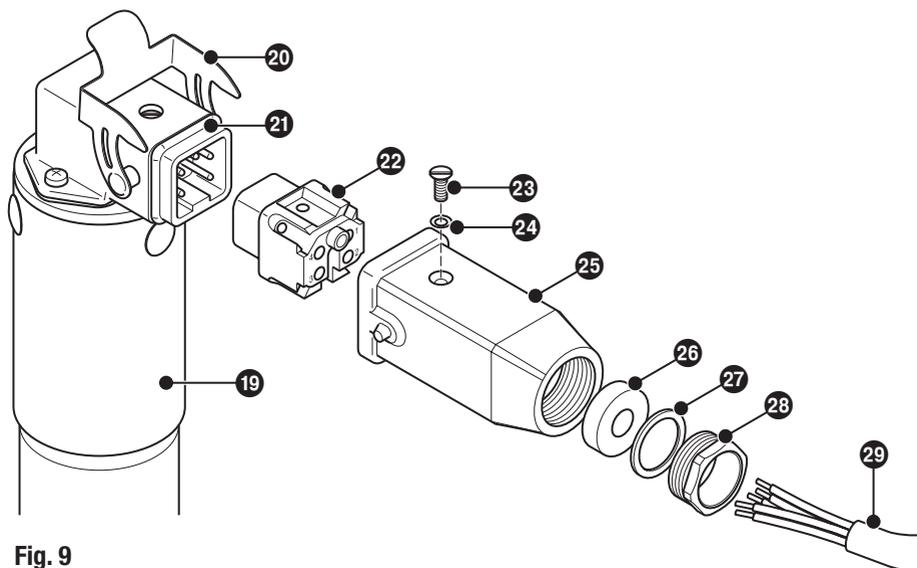

Fig. 9
1. Schraube  lösen. **Fig. 9**